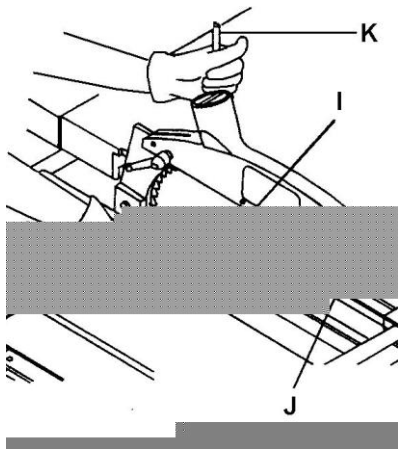

Рис. 14
Ослабьте гайку оправки (J, Рис. 14), удерживая при этом оправку с помощью стопорного штифта (K), чтобы она не проворачивалась.